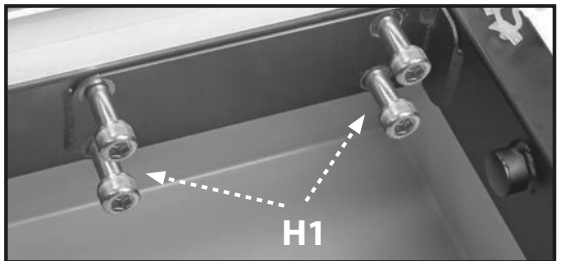

FIGURE 7
3. (Voir la figure 7) Fixez le bras de la scie sur le bâti principal en utilisant les quatre vis M10 X 60 à tête hexagonale (H1) de l'intérieur du bâti principal. Serrez avec la clé Allen de 8mm fournie (H2).